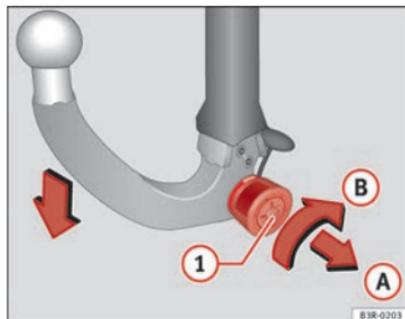

Fig. 163 Dispositivo desmontable para remolque: Desmontar la rótula
- Introduzca la llave en la cerradura ① ⇒ fig. 163 de la rueda moleteada.